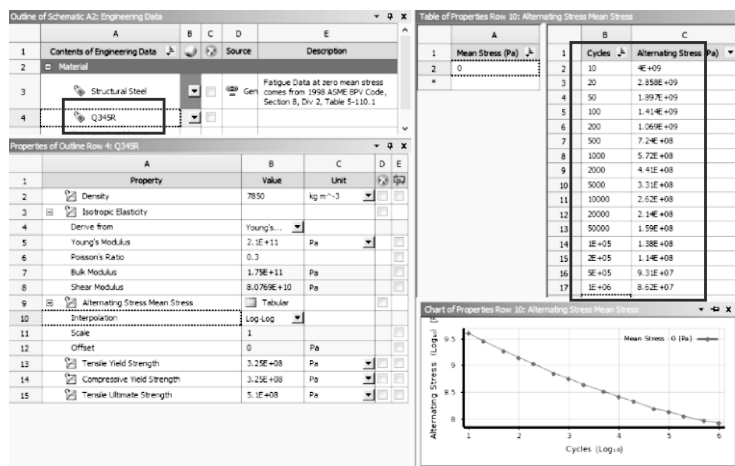

图 9-3 创建材料
(1) 编辑工程数据单元：右键单击【Engineering Data】→【Edit】。
(2) 在工程数据属性中增加新材料：【Outline of Schematic D2, E2: Engineering Data】→【Click here to add a new material】，输入新材料名称 Q345R。
(3) 在左侧单击【Physical Properties】展开→双击【Density】→【Properties of Outline Row 4: Q345R】→【Density (kg/m^3)】= $7850\text{kg}/\text{m}^3$ 。
(4) 在左侧单击【Linear Elastic】展开→双击【Isotropic Elasticity】→【Properties of Outline Row 4: Q345R】→【Young's Modulus (pa)】= $2.1\text{E}+11\text{Pa}$ 。
(5) 单击【Properties of Outline Row 4: Q345R】→【Poisson's Ratio】= 0.3。
(6) 在左侧单击【Strength】展开→双击【Tensile Yield Strength】→【Properties of Outline Row 4: Q345R】→【Tensile Yield Strength】= $3.25\text{E}8\text{Pa}$ ；同理，双击【Compressive Yield Strength】→【Properties of Outline Row 4: Q345R】→【Compressive Yield Strength】= $3.25\text{E}8\text{Pa}$ ；同理，双击【Tensile Ultimate Strength】→【Properties of Outline Row 4: Q345R】→【Tensile Ultimate Strength】= $5.1\text{E}8\text{Pa}$ 。
(7) 在左侧单击【Life】展开→双击【Alternating Stress Mean Stress】→【Properties of Outline Row 4: Q345R】→【Alternating Stress Mean Stress】→【Interpolation】= Log-Log；【Table of Properties Row 9: Alternating Stress Mean Stress】→【Mean Stress (pa)】= 0，然后对应表把数据输入 B 列 Cycles 和 C 列 Alternating Stress (Pa) 中，输入完毕后可得 Q345R 材料的 S-N 曲线，如图 9-3 所示。